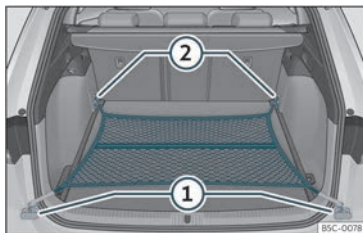

Fig. 116 Nel bagagliaio: rete fermacarico agganciata a livello del piano.
- Fissare i ganci della rete agli occhielli di ancoraggio (1) r (2)»» fig. 116 »» ⚠. La cerniera della tasca dev'essere rivolta verso l'alto.